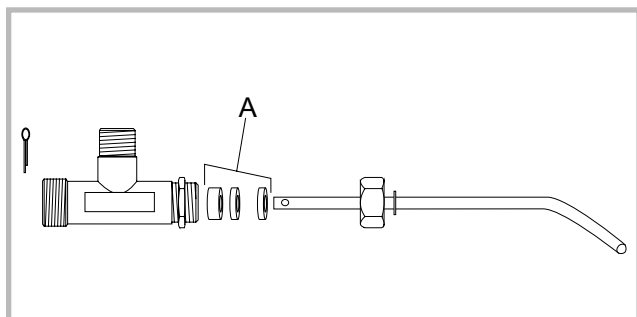

Figure 16 - Joints du dégraisseur
- **Au moins une fois par an / en fin de saison de chauffage**, nettoyer ou remplacer les filtres du circuit d'alimentation en combustible, la tuyauterie régulateur/brûleur et changer le joint du dégraisseur (rep. A, fig. 16, code 142889) par votre installateur.